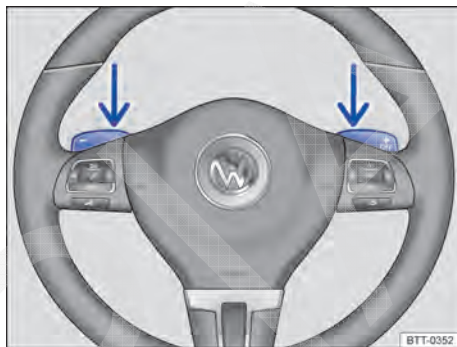

Fig. 137 Volante com 2 seletores basculantes do Tiptronic.
- No programa de condução **D** ou **S** ou no curso seletor do Tiptronic, acionar os seletores basculantes no volante ⇒ **Fig. 137** (setas).